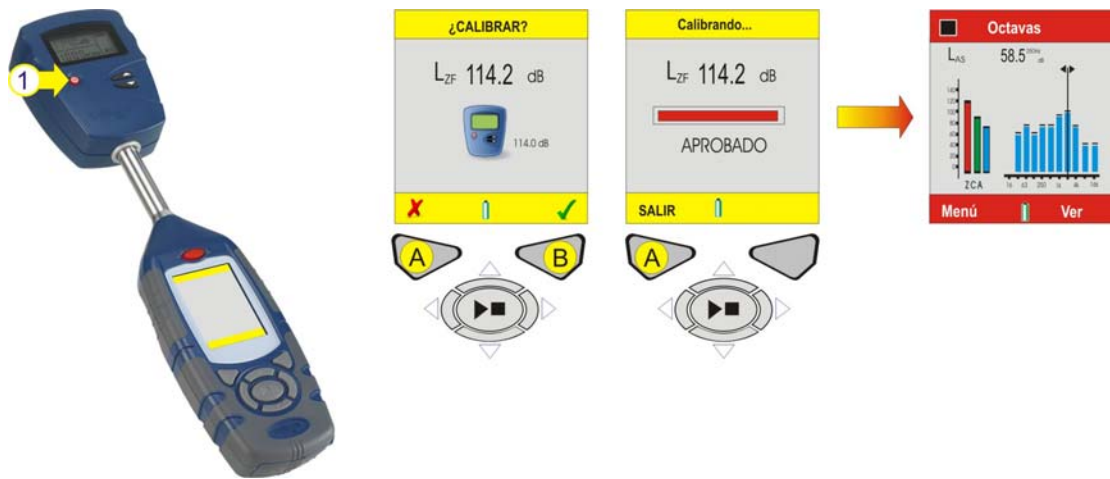

Figura 15 Calibración del Instrumento
K. CALIBRACIÓN DEL INSTRUMENTO (Consultar la Figura 15)